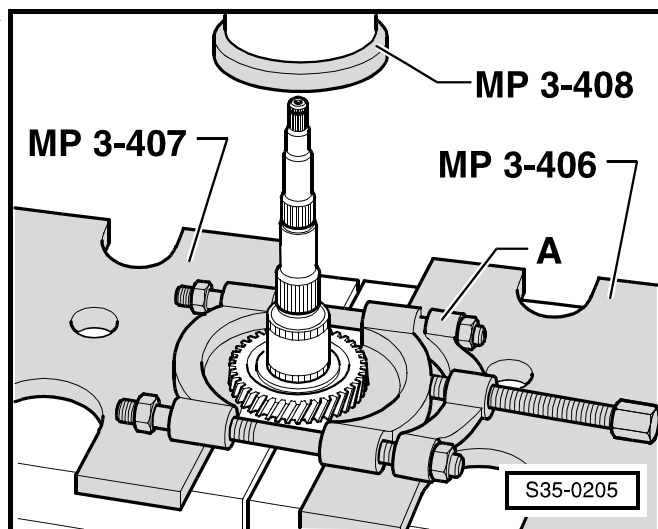

Рис. 5: Выпрессовывание скользящей муфты с кареткой синхронизатора 3-ей и 4-ой передач ►
- выпрессовать с шестерней для 3-ей передачи ⇒ Рис. 5 в **35-1** страница 5